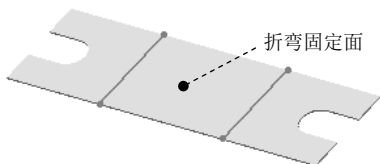

图 10.3.9 定义折弯固定面
Step5. 定义折弯固定面。在如图 10.3.9 所示的位置处单击，确定折弯固定面。